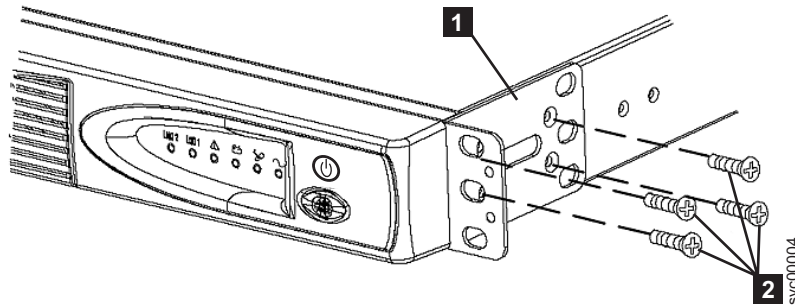

図 267. 2145-1U 無停電電源装置 用サポート・レールのラックへの取り付け
2. 2145-1U 無停電電源装置 のそれぞれの側で、マウント・ブラケットの長いほうの側を 2145-1U 無停電電源装置 に取り付けます。その場合、提供された 4 個の M3 × 6 ねじ (図 267 の **2**) を使用します。